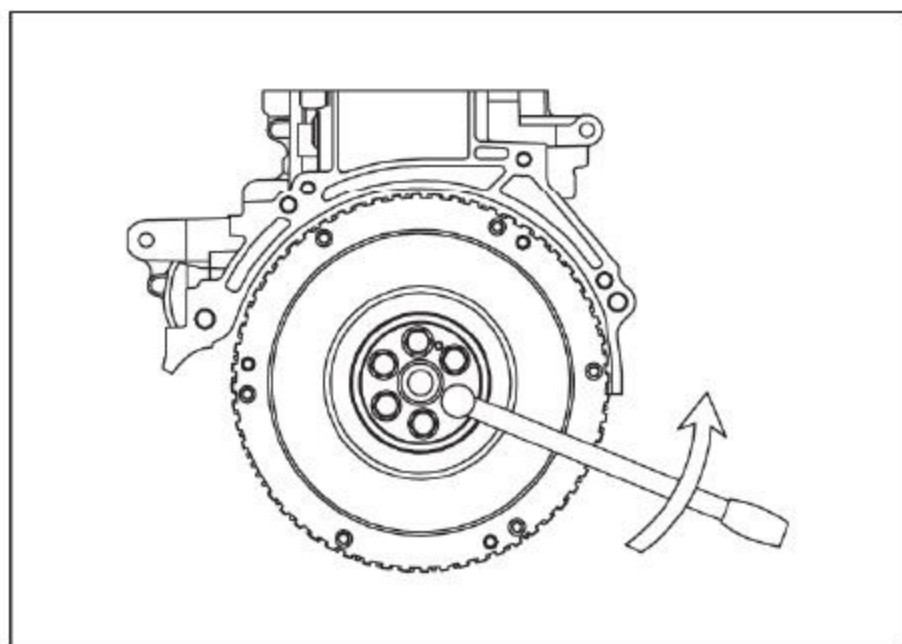
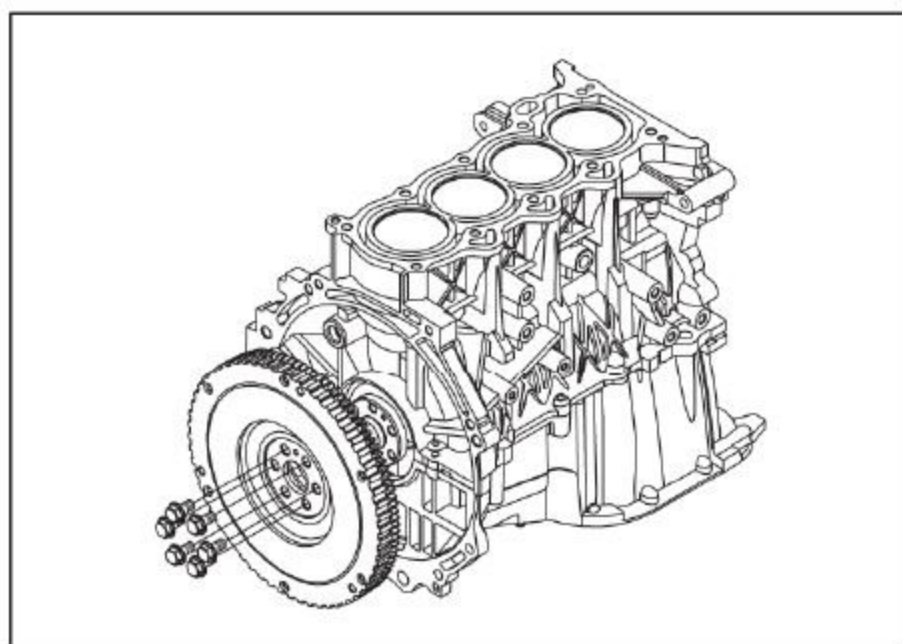

图12-3-2 拆卸飞轮螺栓
图12-3-3 拆卸飞轮
(1) 用工具固定曲轴不让其旋转，拆卸6个飞轮螺栓，如图12-3-2、图12-3-3所示。
(2) 取下飞轮总成。